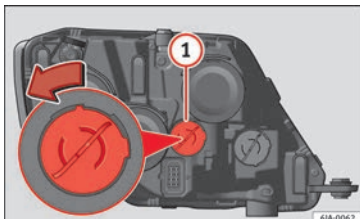

Fig. 149 Substituição da lâmpada da luz diurna.
- Rode o porta-lâmpadas » **Fig. 149 ①** para a esquerda e retire-o.